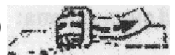

Рис. 3
2. На одетой привязи (системе) отрегулируйте длину лент таким образом, чтобы ремни и лямки плотно прилегали к телу, сначала пояса, потом набедренные и наплечные лямки. Проверьте правильно ли застегнуты пряжки (см. рис.3 сначала прямой, затем обратный ход, ленту направить под тренчик, чтобы остаток свободного конца не превышал 5 см).